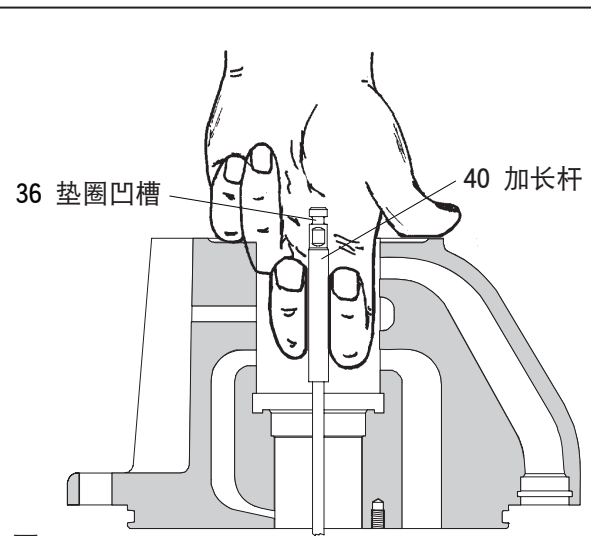

图 9
26. 将垫圈 (44) 放在加长杆 (40) 之上。
27. 用两只手指握住, 向上拉起加长杆 (40) (如下图 9 所示)。